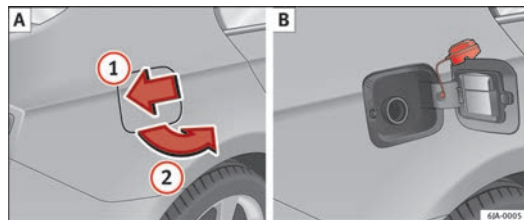

Fig. 115 Parte traseira do veículo, lado esquerdo: tampa do depósito/tampa do depósito com o tampão desroscado
Num adesivo colado no lado interior da tampa do depósito, é indicado o tipo de combustível adequado ao seu veículo, bem como o tamanho dos pneus e a pressão correcta dos mesmos. ⇒ Fig. 115 [B].
No lado interior da tampa do depósito, está localizado o raspador ⇒ Fig. 115 [B] para retirar a neve e o gelo dos vidros e dos espelhos ⇒ Página 174, Vidros de janelas e de retrovisores exteriores.
- Faça pressão sobre a tampa do depósito, no sentido da seta ① ⇒ Fig. 115.
- Abra a tampa no sentido da seta ②.
- Desenrosque o tampão de fecho do depósito para a esquerda e coloque-o em cima da tampa do depósito ⇒ Fig. 115 [B].